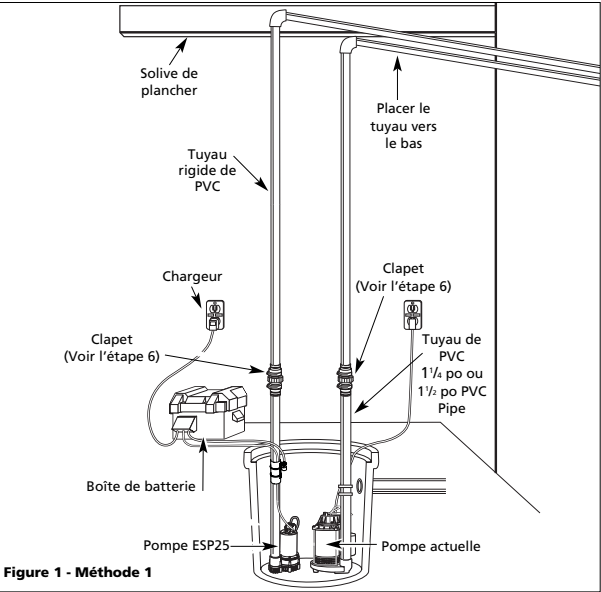

Figure 1 - Méthode 1
**NOTE :** Vérifier que les soupapes peuvent être placées directement dans la décharge de la pompe s'il y a lieu. Il est toutefois recommandé pour faciliter le démontage de placer les clapets au-dessus du puisard tel qu'illustré dans la figure 1.